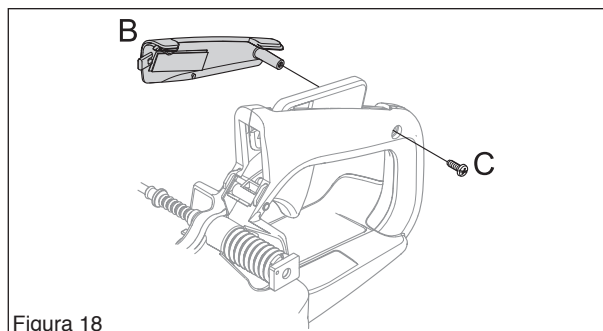

Figura 18
Desmontar el inserto de empuñadura (B) aflojando el tornillo C de la empuñadura. (Ver la figura 18.)
Montar el inserto de la empuñadura con un tornillo cuando el acelerador, la palanca, el cable de acelerador y el fiador del acelerador estén correctamente montados. (Ver la figura 18.)